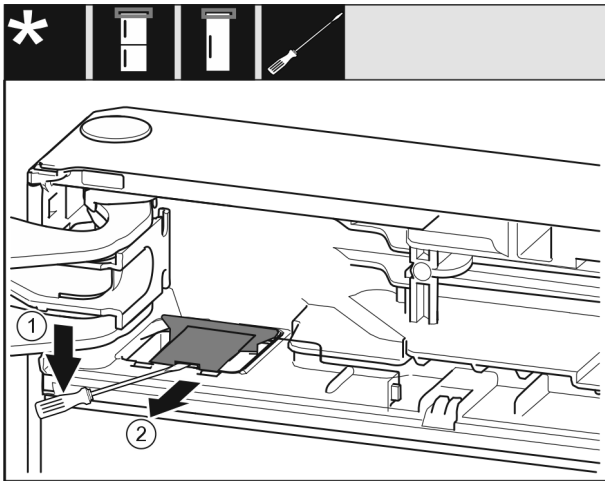

Fig. 10
- Med en flat skrutrekker løsne dekkelet og ta det av. Fig. 10 (1)
- Ta ut dekkelet. Fig. 10 (2)